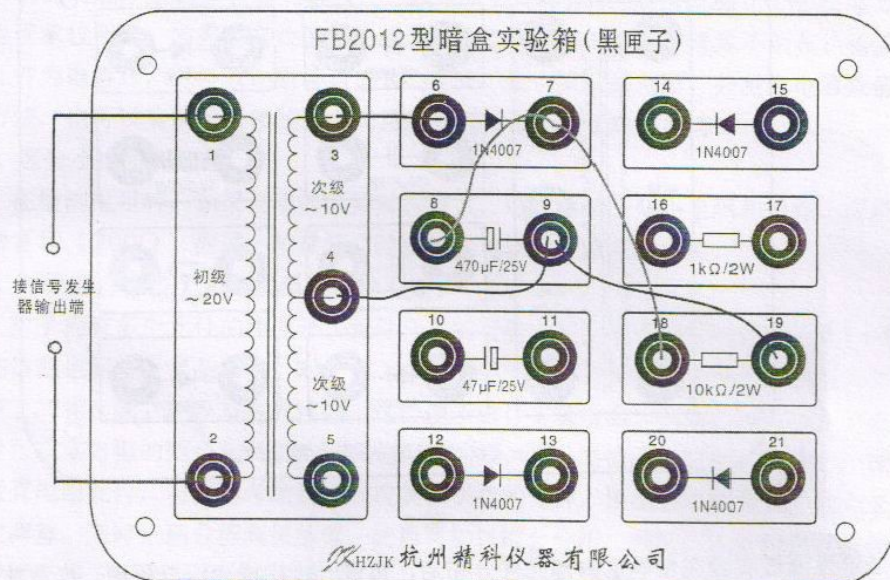

图 5
2. 按图 5 接线，其接线后组成半波整流及滤波电路，然后分别用示波器与数字万用表观察及测量“6”和“7”点的波形和电压。